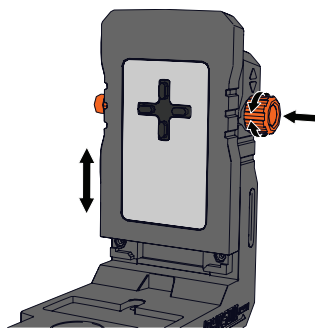

Figure 16
3. Pour effectuer des micro-ajustements à la position verticale du laser, pousser le bouton de micro-ajustement sur l'accessoire de base pour le déverrouiller. Faire pivoter le bouton pour monter ou descendre la plaque de fixation. La position peut être ajustée de 0,8 à 25 mm. Relâcher le bouton pour verrouiller la position. (Figure 16)